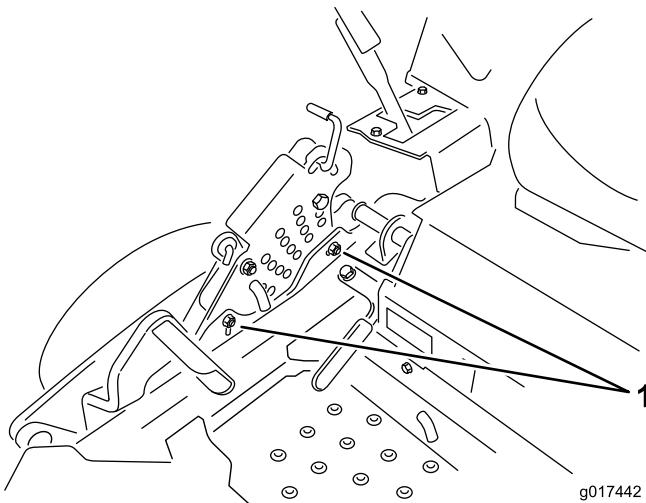

Figure 74
12. Pour régler le système monopoint, desserrez les deux boulons au bas de la plaque de hauteur de coupe Voir la Figure 74.
- Serrez les deux boulons au bas de la plaque de hauteur de coupe (Figure 74). Serrez à un couple de 37 à 45 Nm.